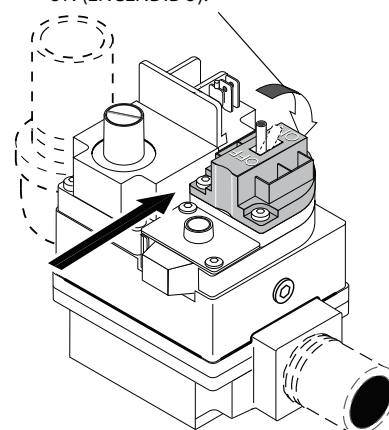

Figura 37.
6. **Válvula de Palanca:** Tire la palanca hacia usted para apagar el gas, ver Figura 37.
7. Espere cinco (5) minutos para sacar cualquier gas. Si luego le huele a gas, **¡DETENGASE!** Siga el paso “B” de las instrucciones “Antes de Encender” (página 42). Si no le huele a gas, vaya al siguiente paso.
4. **Válvula de Palanca:** Tire la palanca hacia usted para apagar el gas, ver Figura 37.